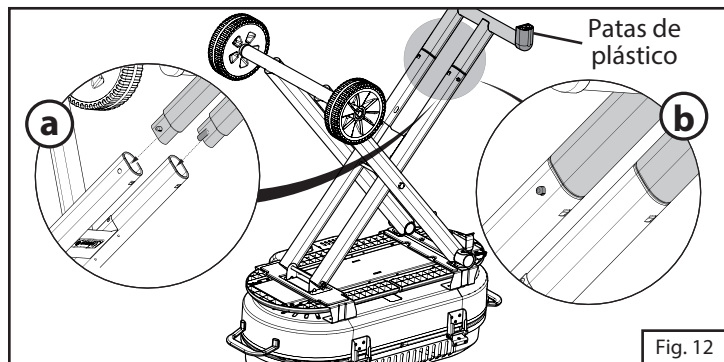

Fig. 12
9. Inserte la manija de remolque en la pata de la manija. (Fig. 12)
10. Presione los botones en la manija de remolque al deslizar la manija de remolque en la pata de la manija. Continúe deslizándola dentro de la pata de la manija hasta que los botones se traben en su lugar. (Fig. 12)